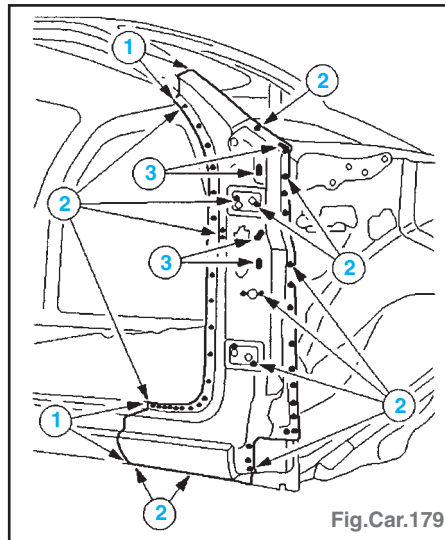

Fig.Car.179
- Tôle extérieure de montant A (Fig.Car.179) :
- ligne de coupe préalable (1),
- fraiser les points de soudure (2),
- meuler les points de soudure (3).